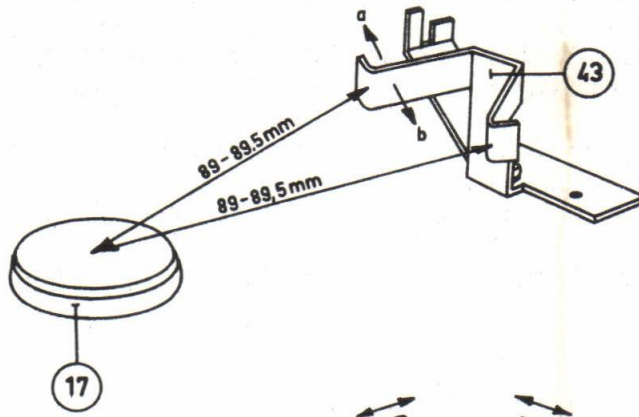

Fig.27
- 1) De lippen aan de beugel 43 zodanig instellen (symmetrisch) dat de afstand : middelpunt draaitafel tot deze lippen 89 - 89,5 mm bedraagt (zie fig.27).